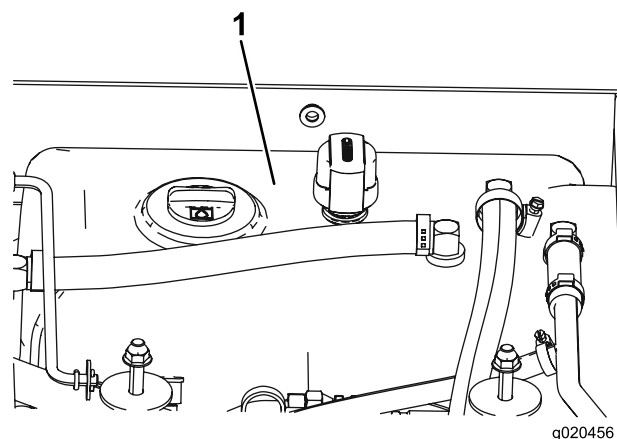

Figura 72
4. Riempite il serbatoio (Figura 72) di fluido idraulico; fate riferimento a Controllo del fluido idraulico (pagina 55).